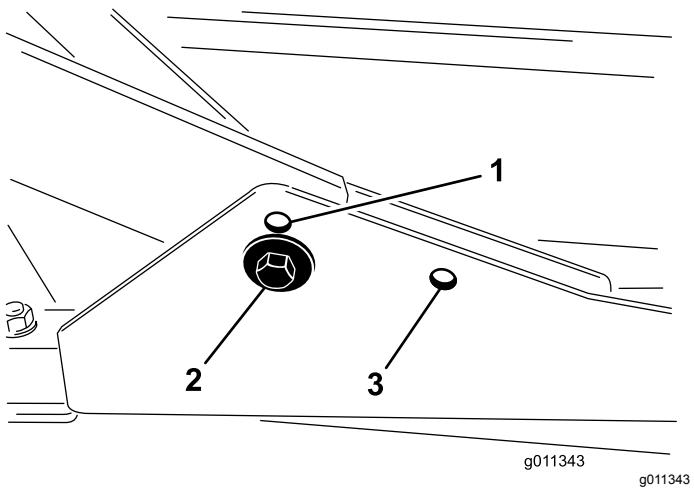

Bild 9
- Befestigen Sie die vorderen Trägerrahmen für Schnithöhen von 2,0 cm bis 7,6 cm in den unteren vorderen Befestigungslöchern (Bild 9).
- Befestigen Sie die vorderen Trägerrahmen für Schnitthöhen von 6,3 cm bis 10 cm in den unteren vorderen Befestigungslöchern (Bild 9).
Befestigen Sie das Heckmähwerk für alle Schnitthöhen in den hinteren Befestigungslöchern (Bild 9).